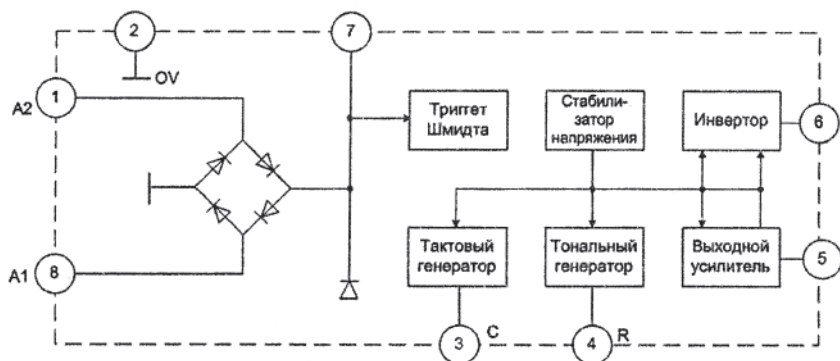

Рис. 5
1. Изучить структурную схему вызывного устройства рис. 5.